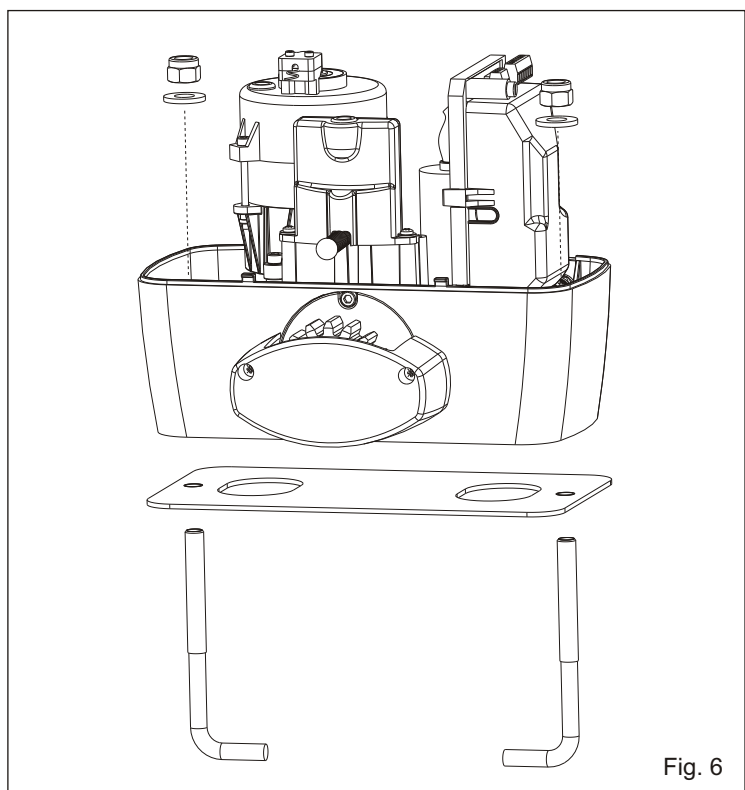

Fig. 6
4.2. Fixer le moteur à la plaque de fondation avec les 2 écrous et régler la position latérale (Fig.6) en respectant les cotes cités dans Fig.3.